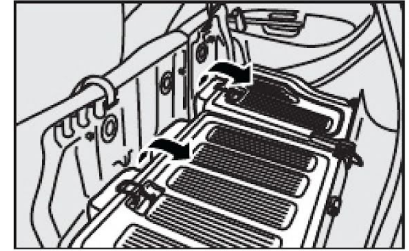

fig. 91
1) Rebatê-lo para trás o banco traseiro completo **fig. 91**.